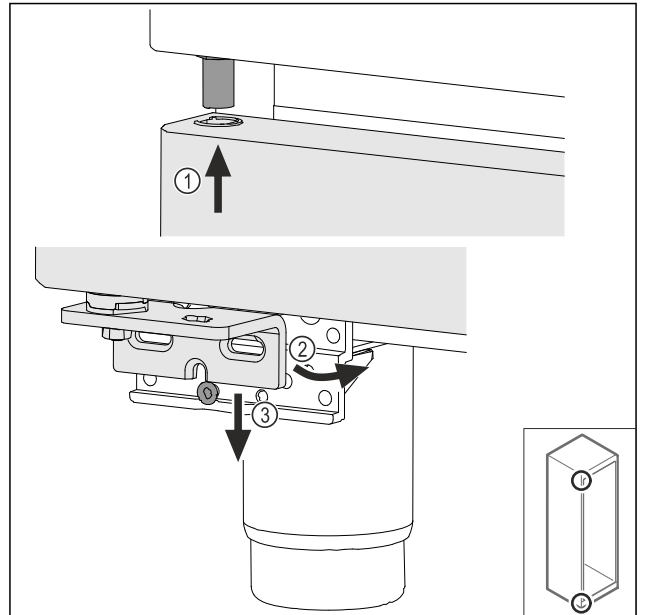

Fig. 70
- ▶ Introducir la puerta ligeramente inclinada en la parte superior Fig. 70 (1), alinear la puerta para que quede recta Fig. 70 (2) y colocarla en la parte inferior del tornillo de soporte de cojinetes Fig. 70 (3).